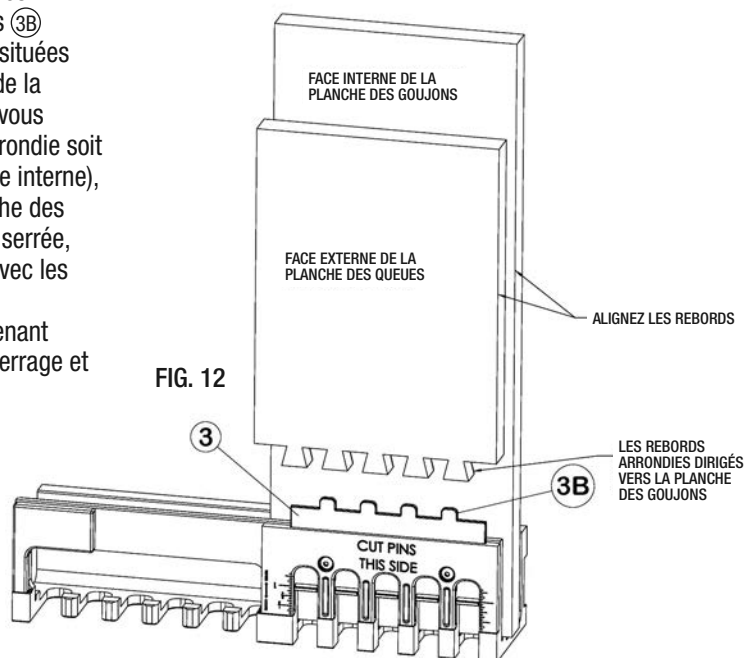

FIG. 12
9. Pour aligner les rebords, insérez les queues de la planche des « QUEUES » dans les dents ③ d'alignement des rebords situées sur la surface supérieure de la plaque de réglage ③, en vous assurant que la surface arrondie soit dirigée vers l'intérieur (face interne), et insérez ensuite la planche des « GOUJONS », légèrement serrée, pour aligner ses rebords avec les rebords de la planche des « QUEUES ». Serrez maintenant solidement les brides de serrage et retirez la planche des « QUEUES ». (FIG. 12)